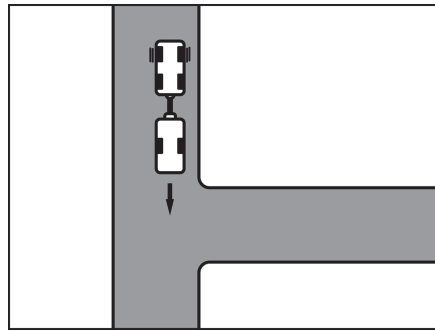

Fig. 8 Recorrido
- Acercarse a la entrada hasta que la parte trasera de la caravana esté a su altura (Fig. 8).